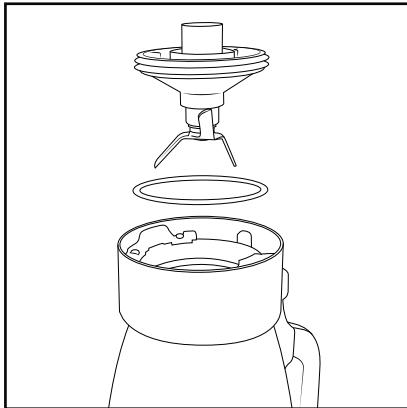

Fig. 5
- Pentru a folosi din nou cuțitul **17** aveți grijă ca inelul de etanșare să fie introdus corect (fig. 5). Așezați acum cuțitul **17** și rotiți-l cu ajutorul elementului de blocare a capacului **14** în sens orar până când se fixează din nou.